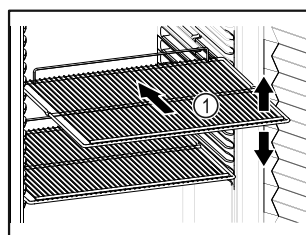

Fig. 40 Példaként szolgáló ábrázolás
- Ha a tároló rácsok Fig. 40 (1) áthelyezhetőek, akkor igazítsa be őket a kívánt magasságnak megfelelően.